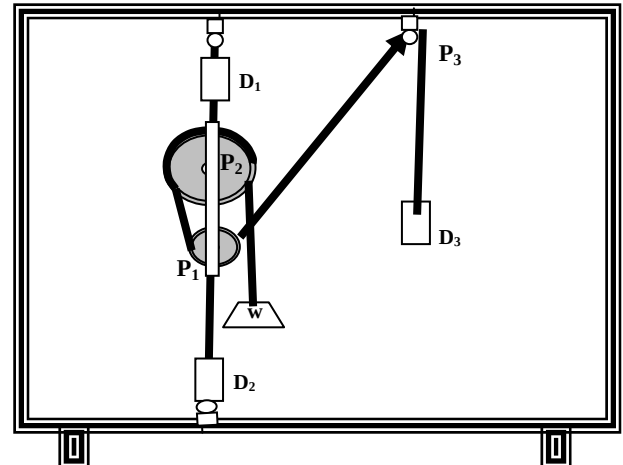

Fig. 4 Diagrama de una máquina simple, para aplicar el procedimiento del diagrama de cuerpo libre.
3. Repetir el paso 2 cuando menos 3 veces, variando la cantidad de poleas o haciendo diferentes arreglos, Fig. 4.